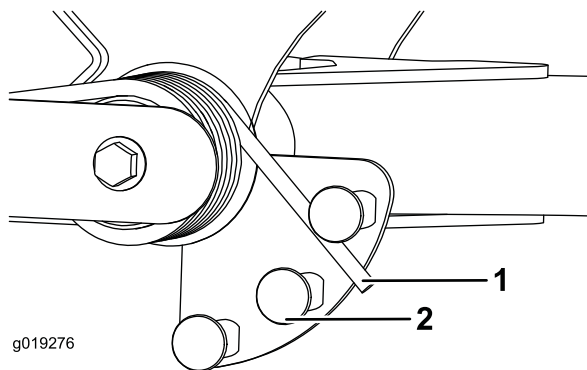

Figure 30
2. Insérez un tube ou un objet similaire sur le ressort long et le faire pivoter autour de l'actionneur de ressort à la position voulue (Figure 30).